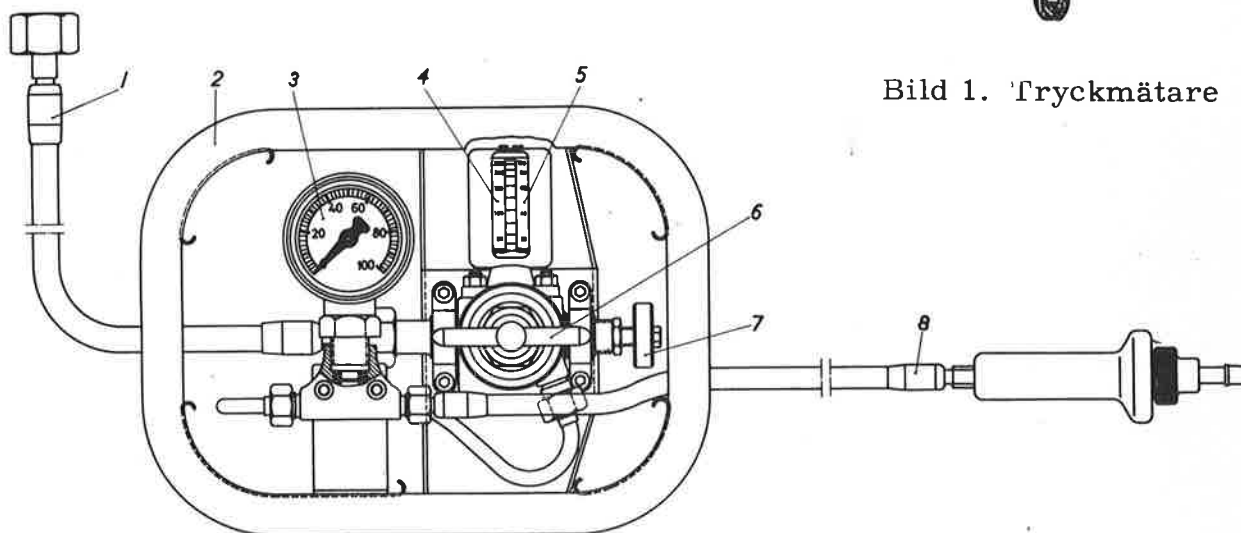

Bild 2. Gaspåfyllningsdon
För att man vid laddning av kanonen ska kunna välja ammunitionsslag med laddningsknapparna, måste magasinerna laddas enligt nedanstående tabell. Omkopplingsvredet på kopplingslådan 13, bild 2, kap. 4, måste alltid ställas i det läge som motsvarar aktuellt laddningsalternativ. Olika am-slag får aldrig användas i samma magasin.
3. Tryck ned spärrtungan 7, bild 2, kap. 4.
Skall påfyllning av gas ske används gaspåfyllningsdonet enligt bild 2. Det inkopplas mellan en kvävgasbehållare och anslutningsnipplarna.